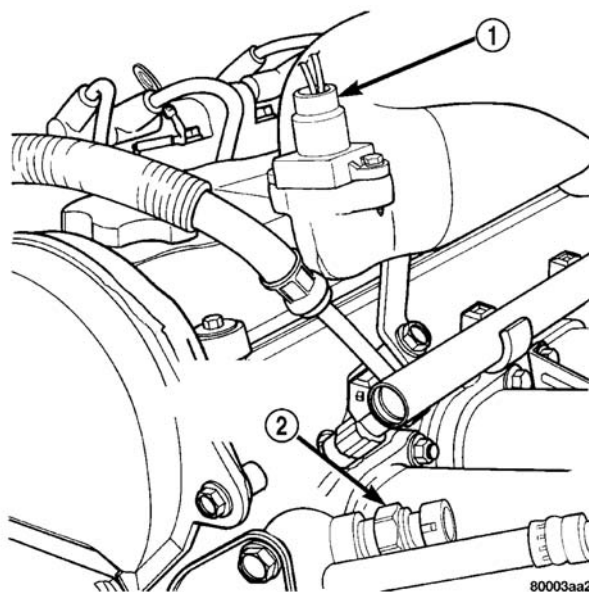

图 3 发动机冷却液温度传感器-2.4L
发动机冷却液温度传感器上有螺纹，装在节温器壳上部（图 3）。新传感器在螺纹上涂有密封剂。
- （3）卸下冷却液温度传感器（图 3）。
- （1）安装冷却液温度传感器（图 3）。拧紧传感器至 $7\text{N} \cdot \text{m}$ (60in.lbs.)。